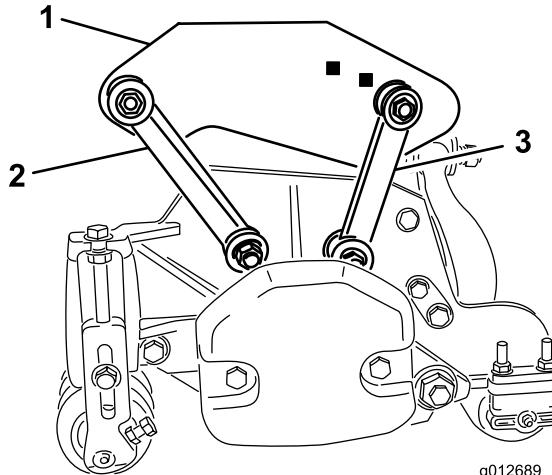

**Bild 18**
4. Setzen Sie den hinteren Trägerrahmen (Bild 18) auf das Heckmähwerk.